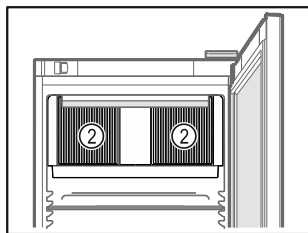

Fig. 62
- Sørg for at cirkulationsblæserens ventilationsåbninger Fig. 62 (2) i det indvendige rum altid er frie.